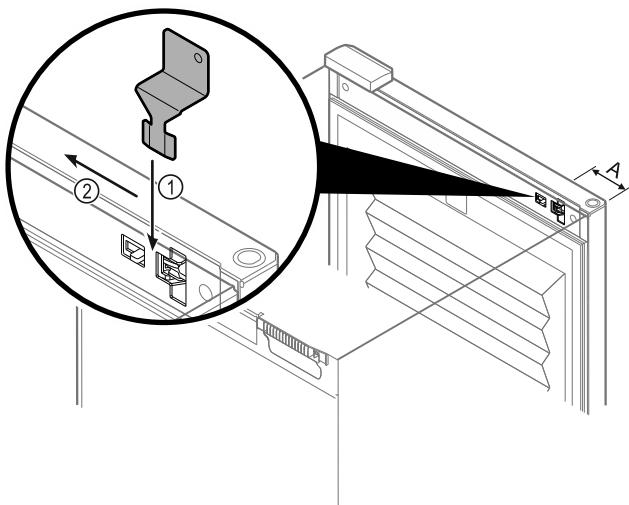

Fig. 63
- ▶ Notentriegelungsschlüssel an vorgegebener Stelle positionieren *Fig. 63 (A)*  $\approx 100$  mm (3 15/16 in).
- ▶ Notentriegelungsschlüssel *Fig. 63 (1)* zwischen Tür und Gerätekörper von oben bis zum Anschlag einstecken.
- ▶ Notentriegelungsschlüssel in Richtung Scharnier ziehen. *Fig. 63 (2)*